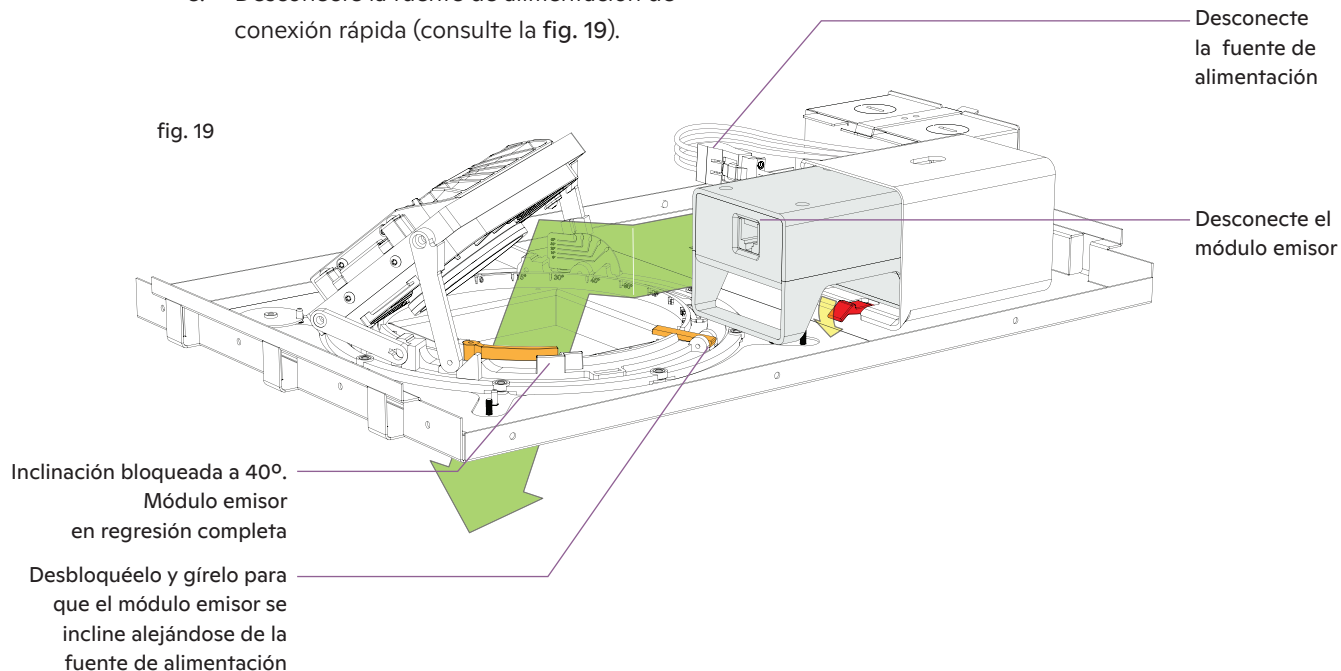

fig. 19
- Desconecte la fuente de alimentación de conexión rápida (consulte la fig. 19).